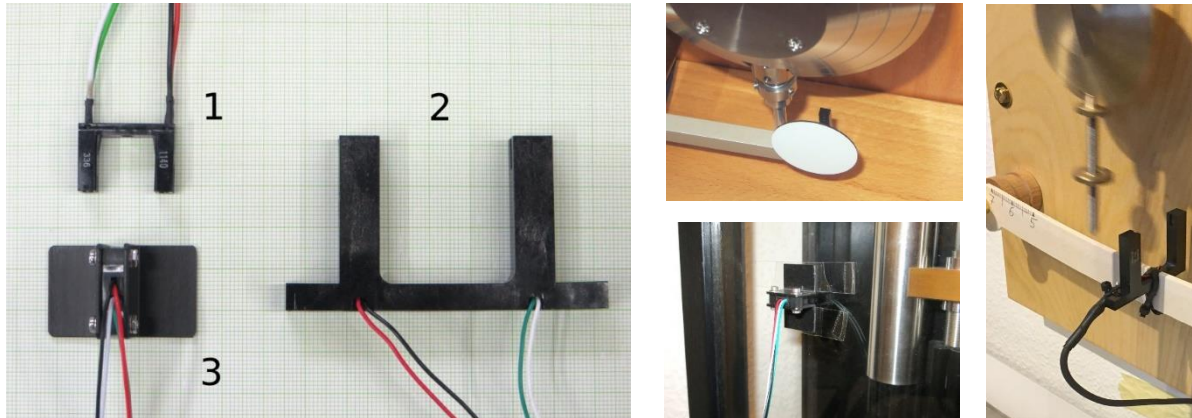

Abb. 2: Lichtschranken und Einbaubeispiele (Mitte oben Nr. 1, Mitte unten Nr. 3, rechts Nr. 2)
Es stehen 3 verschiedene Lichtschranken zur Verfügung, siehe Abb. 2. Alle haben 4 Kabel mit ca. 60 cm Länge in den Farben rot, schwarz, grün und weiß. Rot und schwarz sind die Anode (A) bzw. Kathode (K) der Infrarot-Leuchtdiode und weiß sowie grün sind Kollektor (C) bzw. Emitter (E) des Fototransistors. Ein Vorwiderstand für die Leuchtdiode und ein Pulldown-Widerstand für das Messsignal sind bereits in der Zeitwaage eingebaut. Daher können die Kabel ohne weitere Bauteile direkt mit den Kabeln (auch je ca. 60 cm lang) des Klinkensteckers verbunden werden, wobei weiß und rot (A und C) zusammen auf rot (+3,3V, Spitze des Steckers) gelegt werden. Grün ist das Signal (Steckermitte) und schwarz ist Minus (hinten). Minus ist intern über 100 Ohm (Vorwiderstand) mit Masse verbunden.